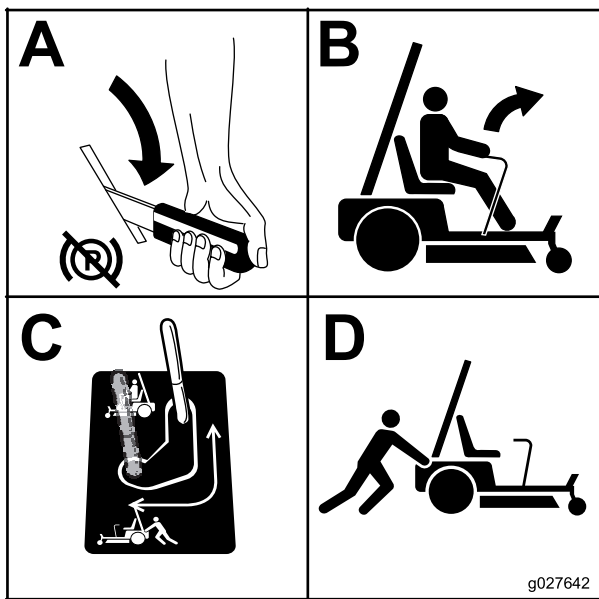

Figura 27
3. Repita isto em cada lado da máquina Figura 27.
- Mova a derivação para a posição de funcionamento da máquina (Figura 27) para engatar os motores das rodas.